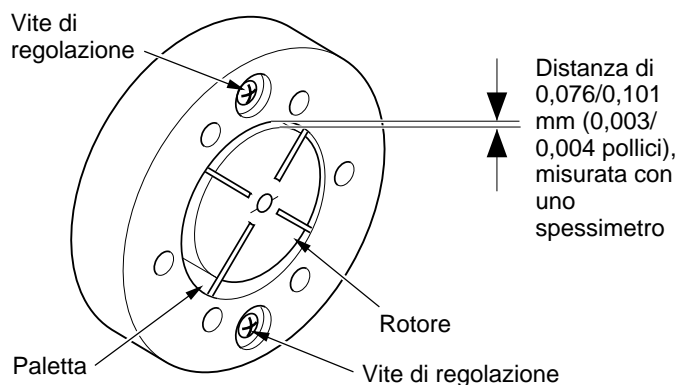

Figura 24. Ubicazione delle viti di regolazione della distanza
9. Controllare la distanza del rotore. Se necessario, regolarla portandola a 0,076/0,101 mm (0,003/0,004 pollici) (vedere la Figura 24).